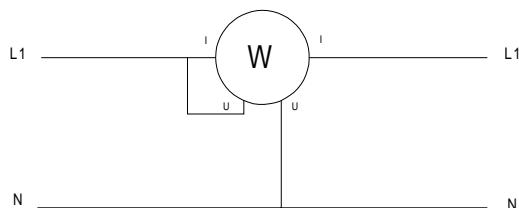
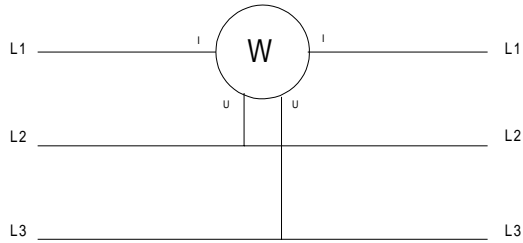

Abb. 4.4.1 Anschlusschema für einphasige Messung
Abb. 4.4.2 Anschlusschema für dreiphasige Messung im symmetrischen 3 Leitersystem (nur PX 120)
Verfahren Sie nach dem Anschlusschema aus Abb. 4.4.1 (einphasig) oder Abb. 4.4.2 (Dreiphasig ausgeglichen, T3FE nur PX 120) und stellen Sie wenn möglich für den entsprechenden Fall sicher, dass dabei die maximal zulässigen Grenzwerte nicht überschritten werden (siehe Tabelle unten).
3. Verfahren Sie nach dem Anschlussschema aus Abb. 4.4.1 (einphasig) oder Abb. 4.4.2 (Dreiphasig ausgeglichen, T3FE nur PX 120) und stellen Sie wenn möglich für den entsprechenden Fall sicher, dass dabei die maximal zulässigen Grenzwerte nicht überschritten werden (siehe Tabelle unten).
3. Verfahren Sie nach dem Anschlusschema aus Abb. 4.4.1 oder Abb. 4.4.2 (T3FE nur bei PX 120) und stellen Sie wenn möglich für den entsprechenden Fall sicher, dass dabei die maximal zulässigen Grenzwerte nicht überschritten werden (siehe Tabelle unten). Die Umschaltung des Messbereichs erfolgt automatisch.